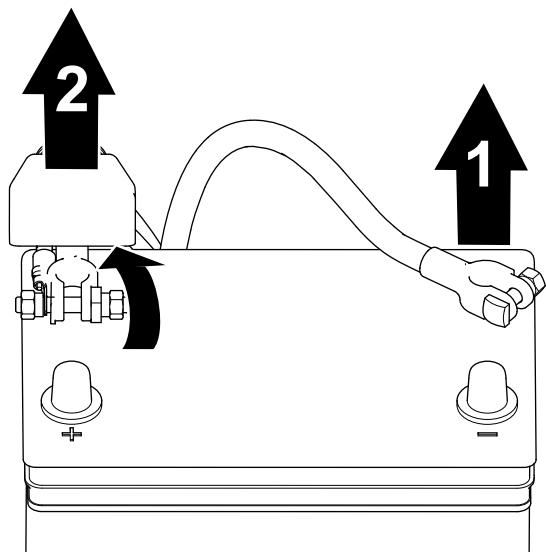

図 38
2. バッテリー端子から、マイナスケーブルを外す 図 38。
3. バッテリーのプラスケーブルについている絶縁カバーを外して、プラスケーブルをバッテリーから外す 図 38。